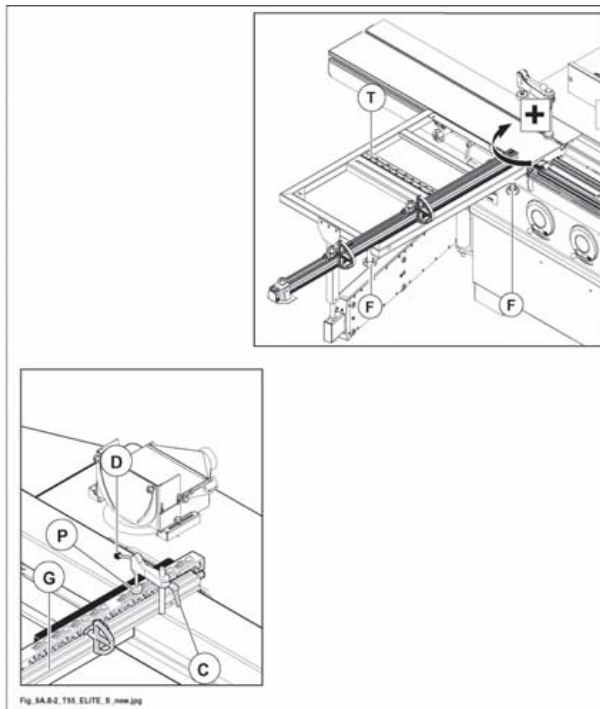

Fig. 9.8-2
La lavorazione dei tenoni obliqui risulta essere di rapida esecuzione, essendo sufficiente ruotare la riga di appoggio telescopica (G fig. 9.8-2) in senso orario.
- Allentare i pomelli (F fig. 9.8-2).
- Ruotare la riga all'angolazione desiderata, in senso orario (+ / indice 1) e leggere il valore direttamente sulla targhetta (T fig. 9.8-2) posizionata sul piano.
- Serrare i pomelli (F fig. 9.8-2).
La riga (G fig. 9.8-2) può scorrere dopo aver sbloccato le due maniglie (F fig. 9.8-2). Questa ulteriore regolazione può essere necessaria per adeguarsi ai vari diametri delle frese.
- Agire sulla maniglia (C fig. 9.8-2) per regolare l'altezza.
- Con la leva (D fig. 9.8-2) far scendere il piedino (P fig. 9.8-2) per serrare il pezzo da lavorare.